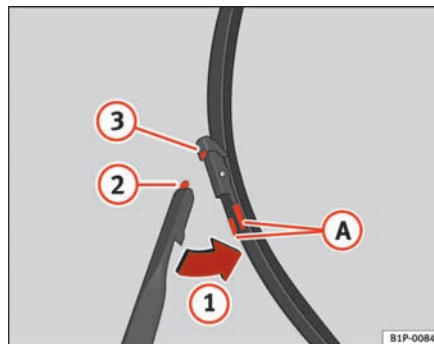

Fig. 141 Udskiftning af
- Tryk på låsetappen **(A)**, og tag viskerbladet ud i pilens retning **(1)** ⇒ side 198, fig. 141.
- Sæt tappen **(2)** ind i holderen **(3)** i viskerbladet ⇒ side 198, fig. 141.
- Tryk viskerbladet modsat pilens retning **(1)** ind mod viskerarmen, indtil du hører et klik ⇒ side 198, fig. 141.